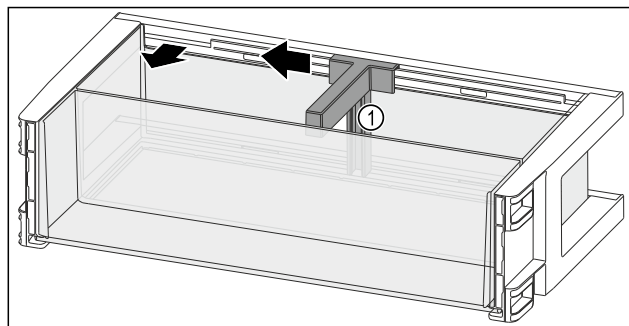

Fig. 121
- ▶ Плъзнете преградата за бутилки Fig. 121 (1) настрани до прореза.
- ▶ Свалете преградата за бутилки Fig. 121 (1).